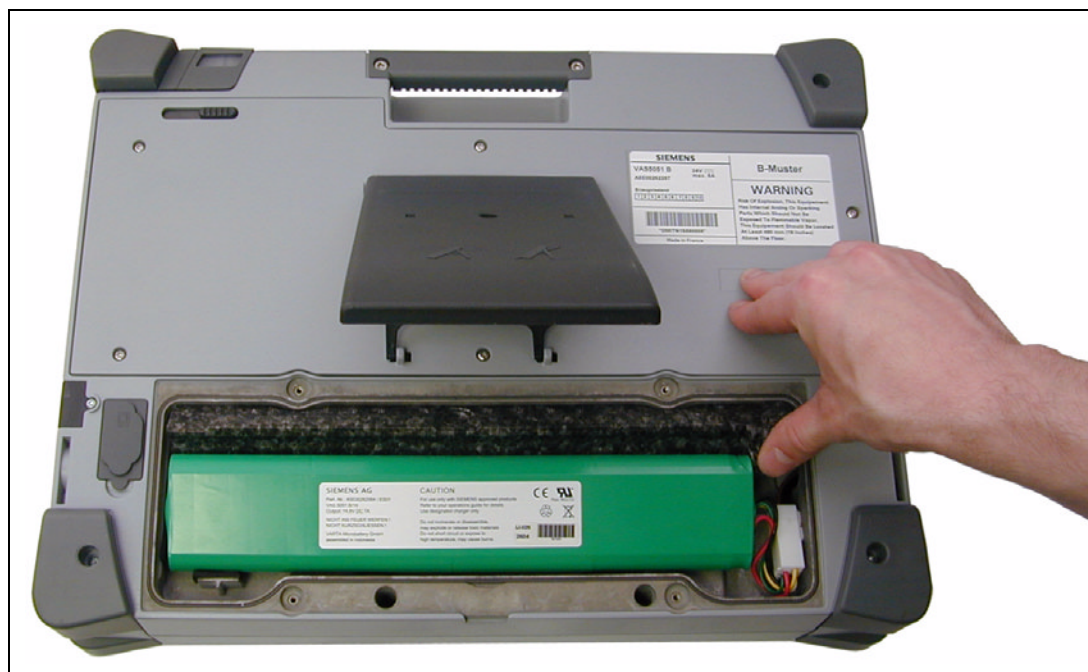

图 5-1 更换蓄电池，从蓄电池盒中取出蓄电池
5. 蓄电池由一块泡沫板固定住。通过向上压出泡沫板右侧来松开蓄电池，参见图 5-1。